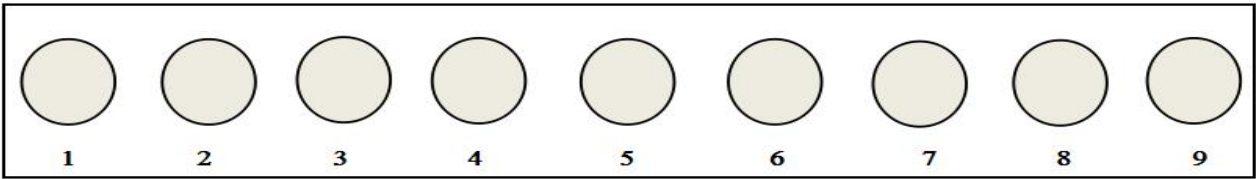
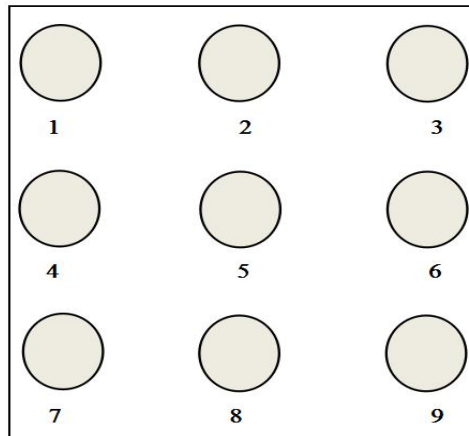

图 4-1 棒料上料架
图 4-2 棒料下料架
- 如图所示，机器人工作区域内有两个料架，分别为棒料上料架如图 4-1 和棒料下料架如图 4-2，初始状态为棒料上料架 1-9 工位放置 1-9 号棒料，棒料下料架空置。自动门初始位置为关闭（向上）状态；气爪初始位置为张开状态。